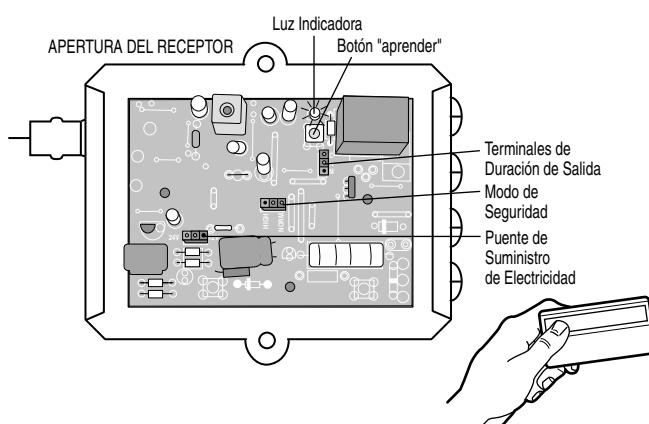

FIGURA 7
- Oprimir y soltar el botón "learn" en el receptor. La luz indicadora learn se ilumina continuamente por 30 segundos (Figura 7).